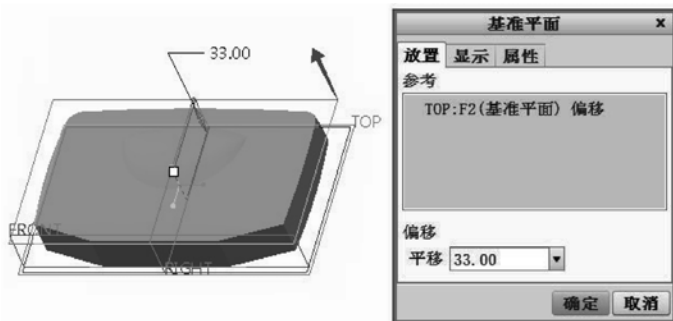

图 7-170 创建基准平面
- 2 选择“TOP（基准平面）”作为偏移参考，在“平移”文本框中输入偏移距离为“33”，如图 7-170 所示。